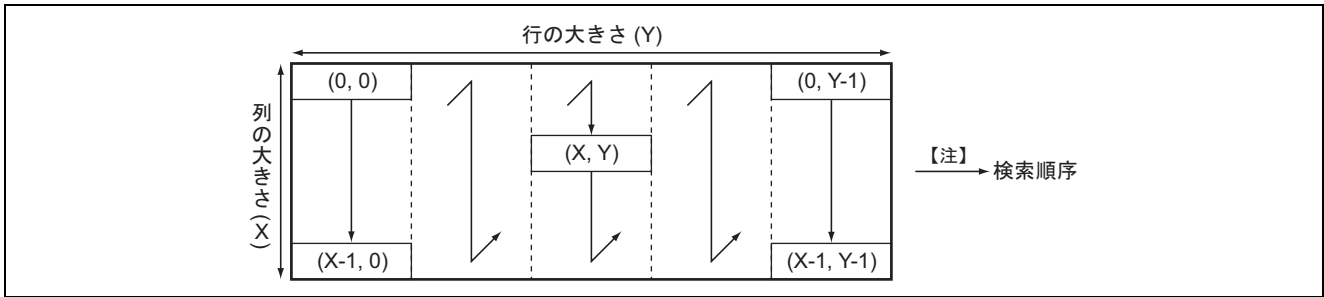

図 3 二次元配列
(4) 図 3 に配列の詳細について説明します。
- (a) 行数 (X) と列数 (Y) で配列の大きさを表わします。
- (c) $(0,0)$ を配列の要素の先頭アドレスとし, 図 3 のような順序で検索を行ないます。